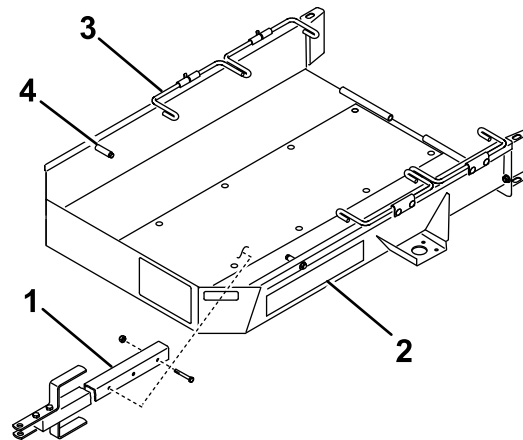

Рисунок 1
1. Прикрепите дышло в сборе к монтажному кронштейну на нижней стороне платформы прицепа с помощью 2 болтов (3/8 x 2-3/4 дюйма) и 2 контргаек (Рисунок 1).
до контакта транспортных колес с упорами прицепа (Рисунок 1).
6. Поверните первый набор рулевых тяг вниз за транспортные колеса машины (Рисунок 1).